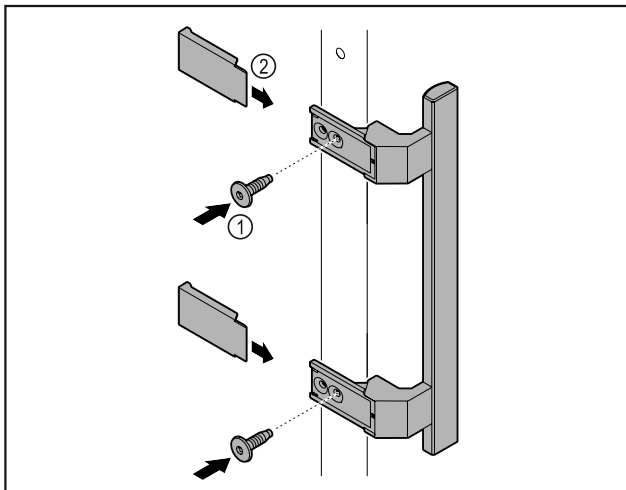

Fig. 3
- ▶ Griff aus dem Beipack mit den beiliegenden Schrauben Fig. 3 (1) an der Tür anbringen.
- ▶ Abdeckung Fig. 3 (2) aufsetzen.